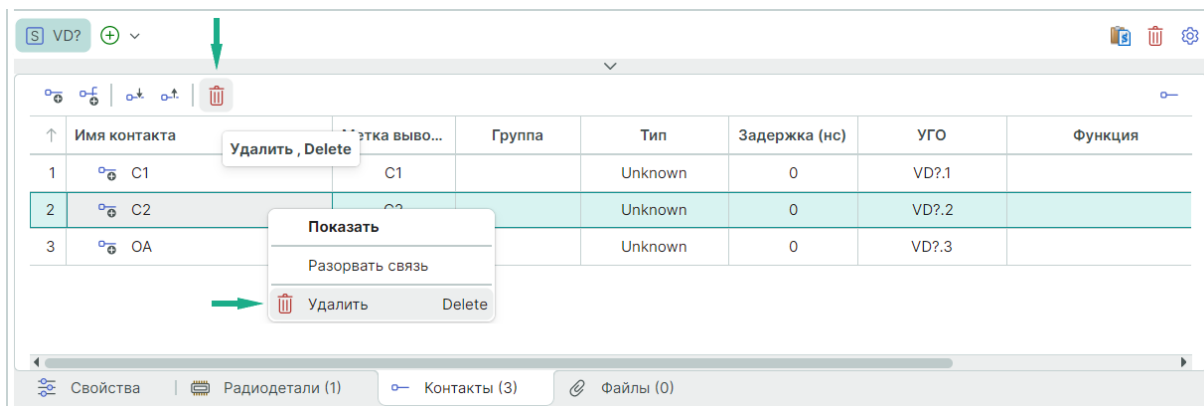

Рис. 247 Удаление контакта
2. Нажмите иконку  «Удалить» или воспользуйтесь контекстным меню в таблице контактов, см. Рис. 247.